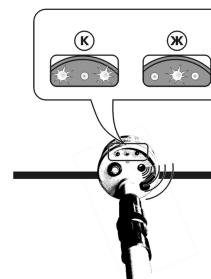

Рис. 4 Режим сигнализации "Напряжение присутствует"
3.3.5. Режим «напряжение присутствует» (см. рис. 4) обеспечивается комбинированной светозвуковой сигнализацией наличия высокого напряжения на проверяемом участке электроустановки, при этом световая индикация должна обеспечиваться срабатыванием всех трех светодиодов в режиме чередующихся вспышек (центральный – периферийные светодиоды). Звуковой канал сигнализации обеспечивается акустическим сигналом переменной тональности.